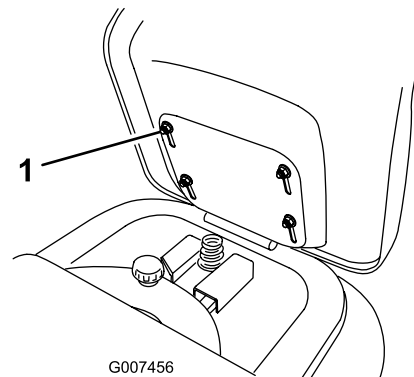

Figure 6
1. Soulevez le siège et desserrez les 4 boulons (Figure 6).